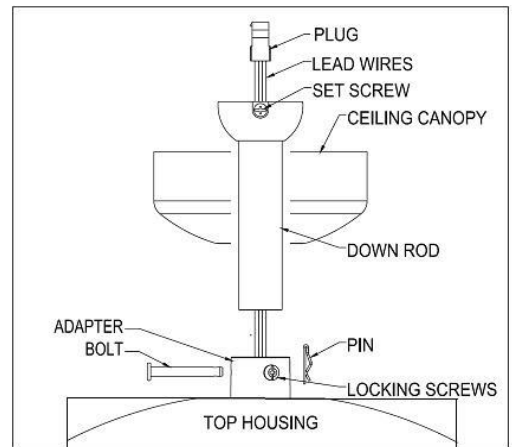

Fig. 4
4. Inserite la barra discendente alla staffa (vedere Fig.4), allineate i fori della staffa con i fori della barra discendente ed inserite i bulloni. Quindi inserite il perno all'estremità del bullone.